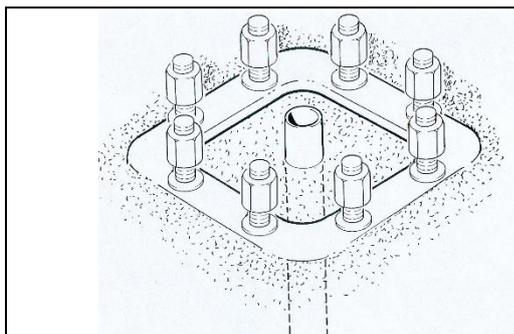

fig. 23
4. Predisporre, quando previsto, l'inserimento nel plinto di un tubo adatto al passaggio del cavo elettrico che dovrà alimentare la gru a bandiera (fig. 23)